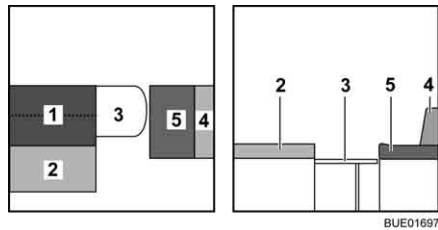

Bild 130 Under ombyggnaden
- Lägg ryggdynan (Bild 130,1) på bordet.